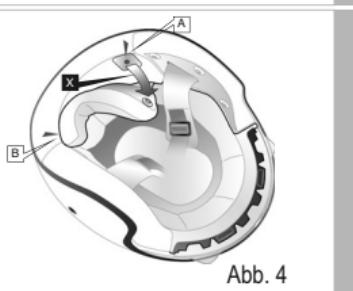
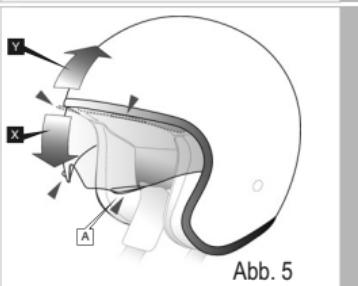

Abb. 4
Abb. 5
Herausnahme - Die Innenauskleidung ist mittels Druckknöpfen im hinteren Bereich an der Helmschale und mit einem Einklemmssystem am vorderen Bereich des Helms angebracht. Zur Herausnahme der Innenauskleidung müssen daher zunächst die beiden Druckknöpfe (A) und (D) im hinteren Bereich des Helms (X) gelöst werden (Abb. 4.) Anschließend den an der Innenauskleidung befestigten Rahmen vom in das Polystyrol integrierten Rahmen lösen (Abb. 5), indem Sie die Innenauskleidung vorsichtig in Richtung (Y) ziehen, bis alle drei Verbindungselemente (C, D und E) vollständig voneinander gelöst sind.
Betätigung - (Abbildung 5)